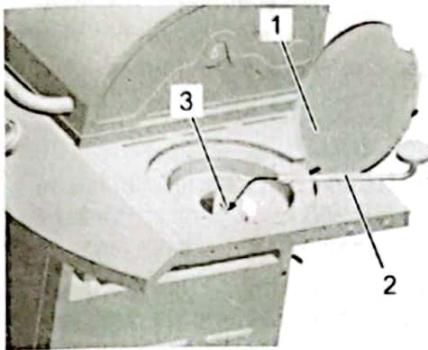

Abb. 1
1. Den Deckel des Seitenbrenners (Abb. 1/1) öffnen.
2. Gasrohr (Abb. 1/2) für Seitenbrenner bereithalten.
3. Das Gasrohr vorsichtig von oben durch die Öffnung des Seitenbrenners (Abb. 1/3) führen.